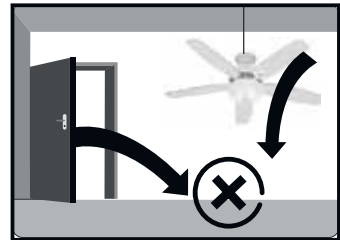

Imagen 3
- No lo coloque frente a unidades de aire acondicionado, delante de las rejillas de ventilación, debajo del ventilador ni en las aperturas directas de las puertas y ventanas. (Imagen 3)